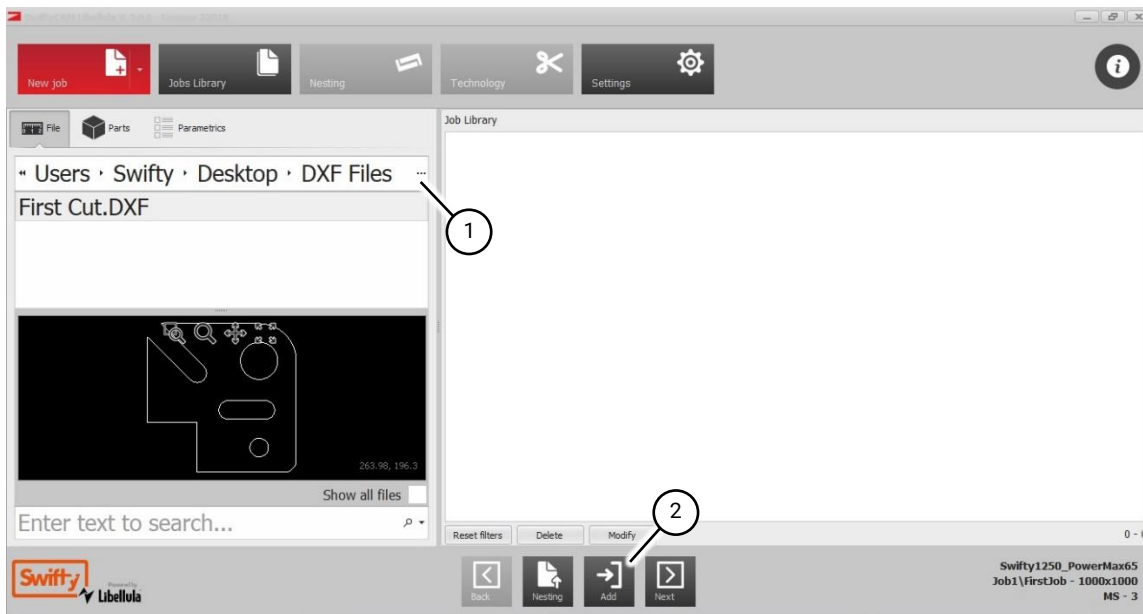

Fig 48 Sélection du fichier à importer
1. Dans l'onglet Fichier de l'écran Nouvelle Tâche, naviguez jusqu'à l'emplacement du fichier dxf/dwg qui doit être utilisé pour la tâche (la Fig 48 en montre un exemple).
2. Si vous utilisez une clé USB pour charger des dessins, sélectionnez les trois points à la fin du chemin de fichier pour révéler les fichiers sur la clé USB (Fig 48 (1)).
3. Sélectionnez le fichier à importer et appuyez sur le bouton "Ajouter" (Fig 48 (2)).